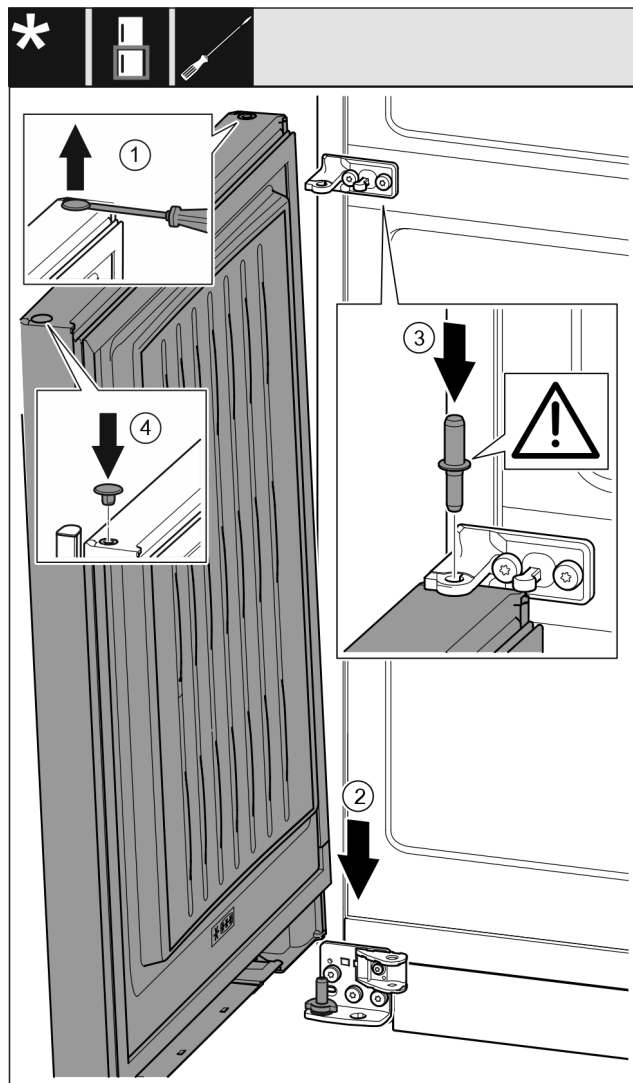

Fig. 52
- Odvijačem s ravnom glavom oprezno podignite čep Fig. 52 (1) i izvadite ga.
- Stavite vrata Fig. 52 (2) odozgo na donji svornjak ležaja.
- Umetnite srednji svornjak ležaja Fig. 52 (3) kroz srednji podložak ležaja u donja vrata. Pritom se pobrinite za to da je uskočna izbočina okrenuta prema natrag.
- Ponovno umetnite čep Fig. 52 (4) na drugu stranu vrata.